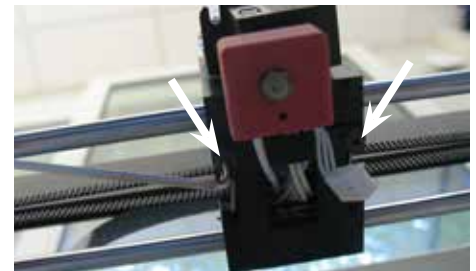

Fig. 75
- ⇒ Solte o parafuso esquerdo da chapa de aperto aprox. uma rotação e remova o parafuso direito (Fig. 75).